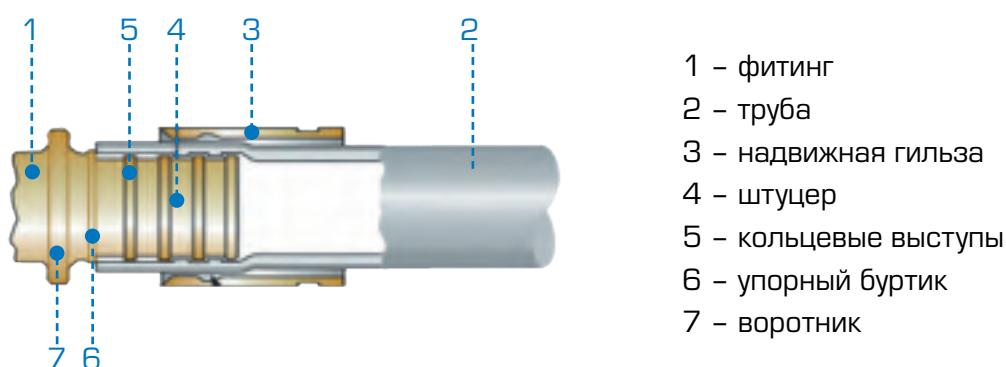

Рис. 3.
Прессовые соединительные детали состоят из следующих элементов (рис. 3): фитинга (1) со штуцером (4) для трубы (2) и надвижной гильзы (3). Штуцер имеет кольцевые выступы (5) для фиксации трубы на фитинге и герметизации соединения между ними. Упорный буртик (6), предотвращающий осевое перемещение трубы относительно фитинга при напрессовке гильзы. Воротник (7), фиксирующий конечное положение гильзы. Размеры фитингов приведены в табл. 7.